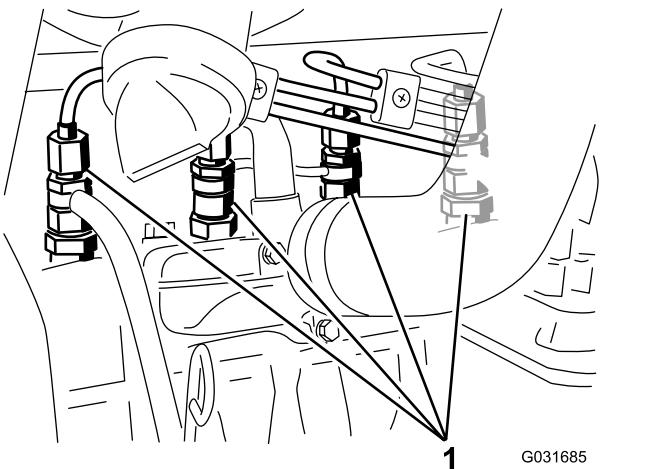

Figure 41
- Desserrez le raccord entre l'injecteur n° 1 et le porte-injecteurs (Figure 41).